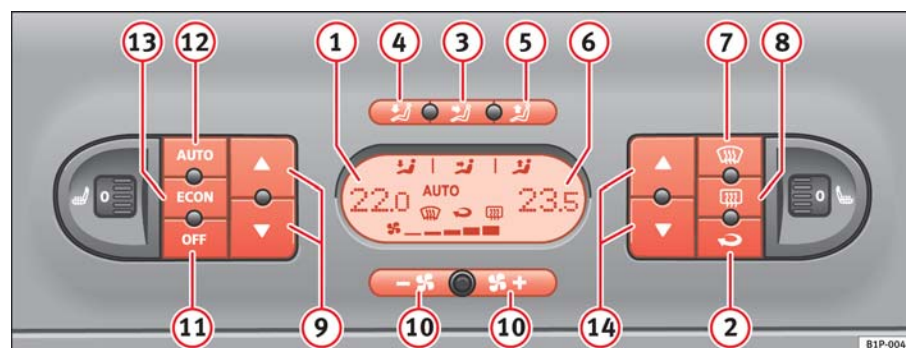

Fig. 109 Mandos del 2C-Climatronic en el tablero de instrumentos
- Pulse las teclas de regulación de temperatura ⇒ página 149, fig. 109 9 ó 14 para ajustar la temperatura del lado izquierdo y derecho respectivamente.
- Pulse la tecla  ⇒ página 149, fig. 109. Aparece “AUTO” en el display.